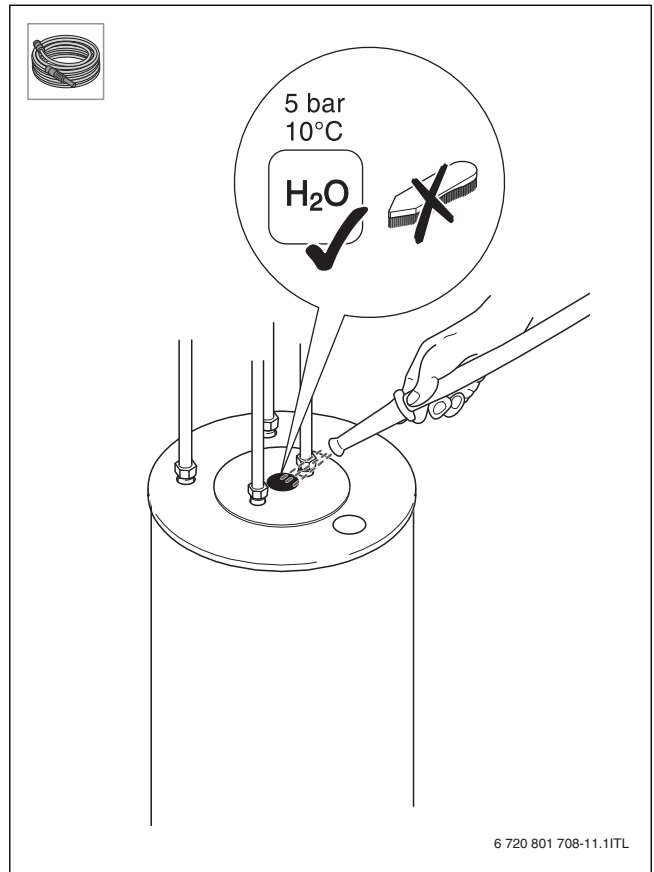

Fig. 16
- ▶ Przepłukać podgrzewacz c.w.u. (→ rys. 16, str. 70).